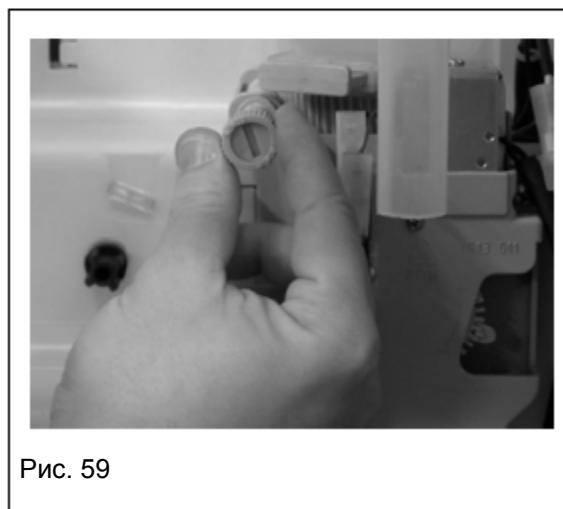

Рис. 59
- регулировка помола кофе. Поворачивайте ручку (рис. 59), пока не начнется помол кофе. После любых регулировок необходимо произвести установку трех параметров, прежде чем изменения вступят в силу.